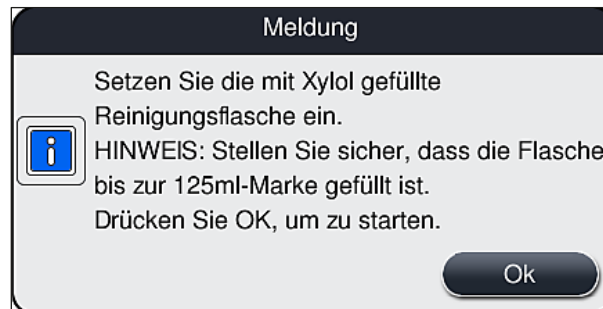

Abb. 101
10. Anschließend die Meldung (→ Abb. 101) mit **OK** bestätigen.